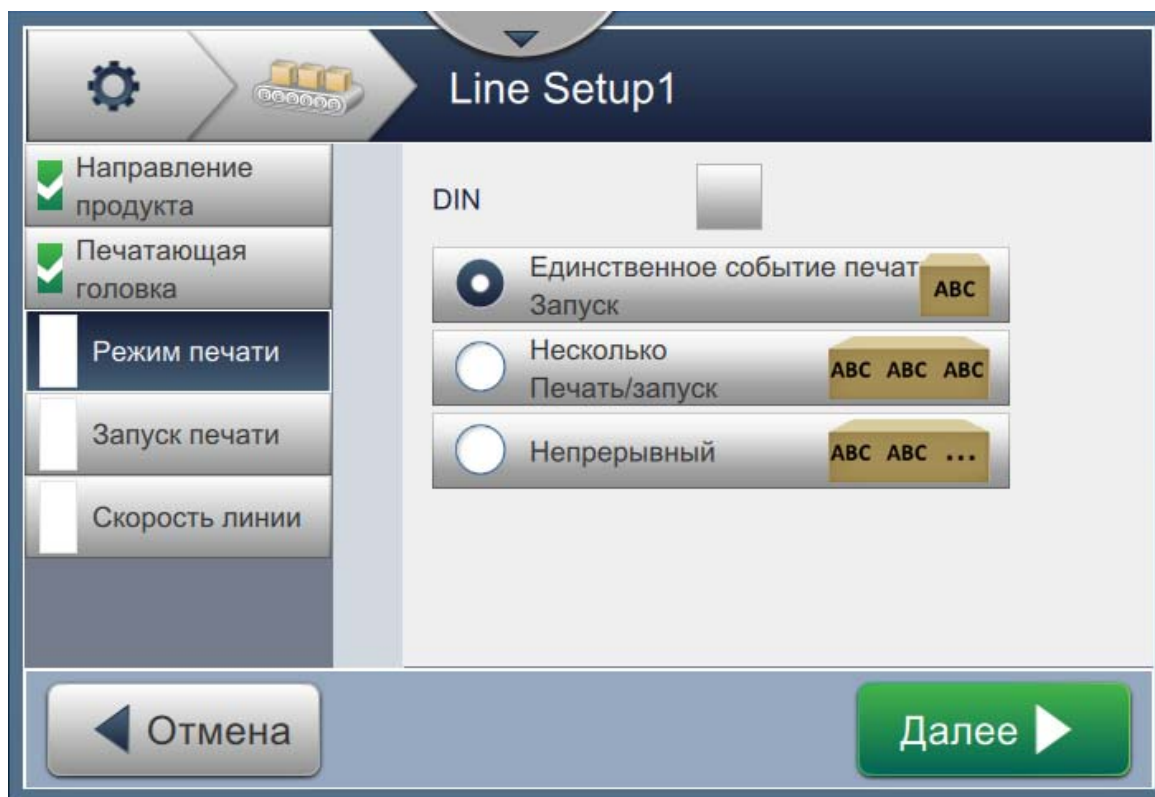

Рис. 6-29. Наладка линии – режим печати
1. Нажмите параметр *Режим печати* на экране параметров наладки линии, как показано на Рис. 6-29.
1. Выберите параметр *Множественный*, как показано на Рис. 6-29. Нажмите кнопку .
1. Выберите параметр *Непрерывный*, как показано на Рис. 6-29. Нажмите кнопку